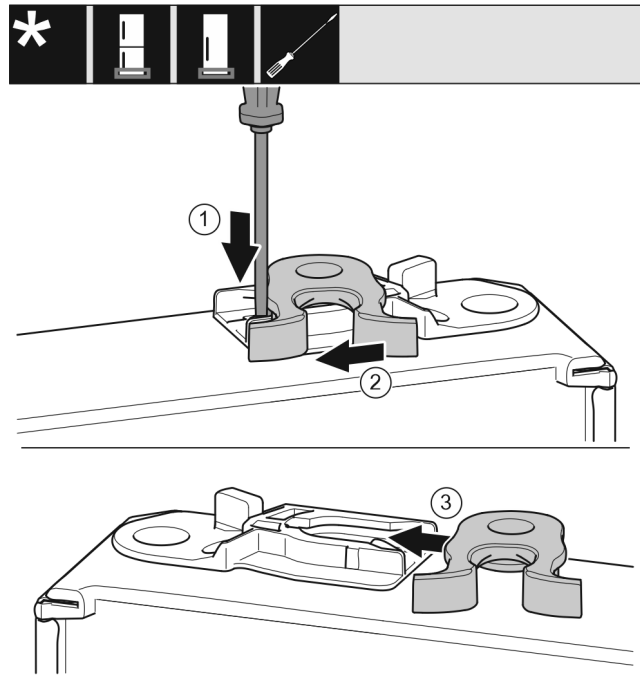

Fig. 20
- ▶ Прижмите накладку Fig. 20 (1) шлицевой отверткой вниз.
- ▶ Выведите запорный крючок Fig. 20 (2) из направляющей.
- ▶ Вставьте запорный крючок Fig. 20 (3) в направляющую с другой стороны.